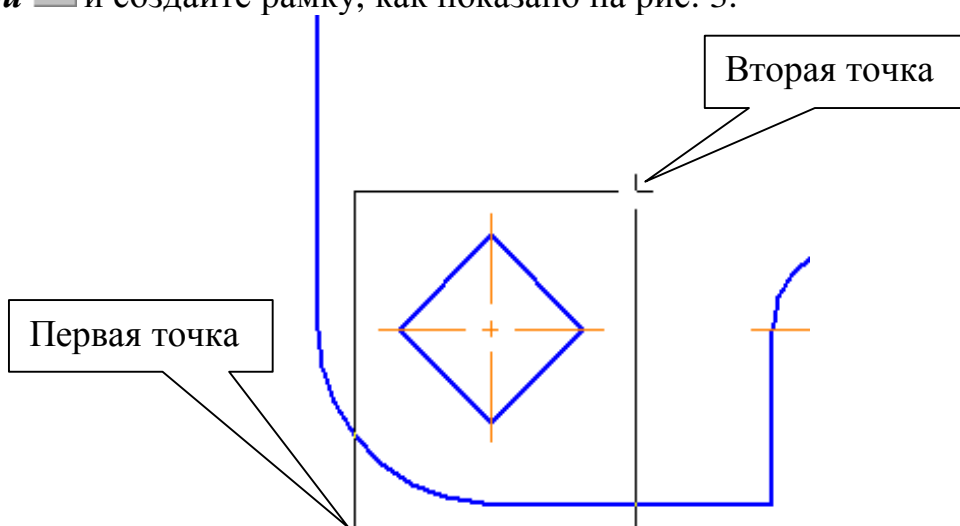

Рис. 3
2. Для выполнения копирования квадрата необходимо его выделить с построенными осевыми линиями. Воспользуйтесь командой **Выделить – Рамкой**  и создайте рамку, как показано на рис. 3.